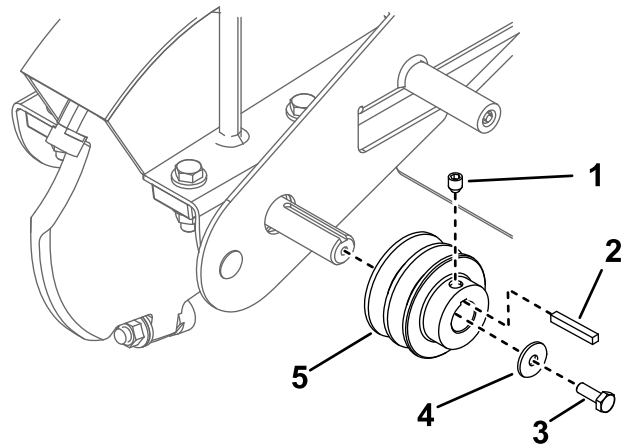

Figura 9
4. Aplique fijador de roscas al perno ($\frac{1}{4}$ " x $\frac{3}{4}$ ") y utilice el perno, la arandela (0.27" x 0.89" x 0.09") y la chaveta cuadrada para instalar la polea delantera, con la cara de la polea enrasada con el extremo del eje (Figura 9). Apriete el perno a 13.6 N·m (120 pulgadas-libra).
5. Aplique fijador de roscas al tornillo de fijación, y sujete la polea con el tornillo de fijación, la arandela (0.27" x 0.89" x 0.09") y el perno ($\frac{1}{4}$ " x $\frac{3}{4}$ "), como se muestra en la Figura 9. Apriete el tornillo de fijación a 14.9–17.6 N·m (132–156 pulgadas-libra).